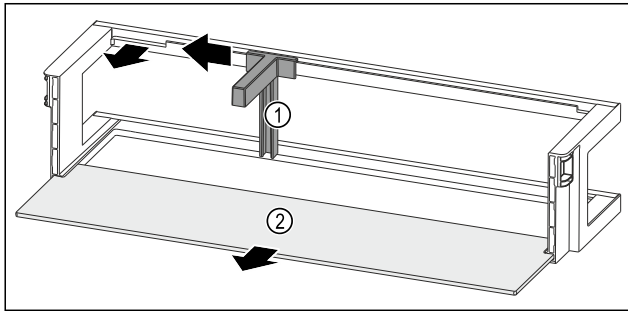

Fig. 118 Estante en la contrapuerta con soporte para botellas y estante
- ▶ Empuje el soporte para botellas Fig. 118 (1) hacia un lado hasta la entalladura.
- ▶ Retire el soporte para botellas Fig. 118 (1).
- ▶ Retire el estante Fig. 118 (2).